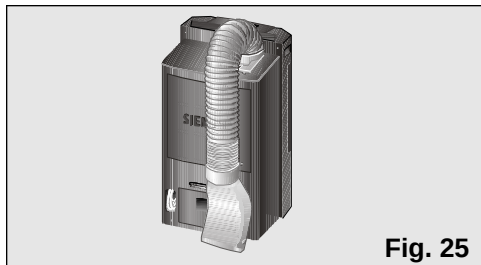

Fig. 25
- ☐ Hiervoor buigt u de buis naar de achterkant van het apparaat en maakt deze vast aan de diffusie haak, **Fig. 25** en **26**.